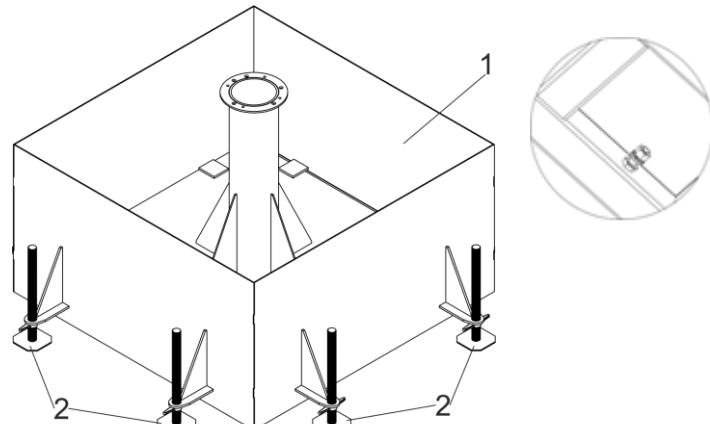

Рисунок 2.
- Основание установить на аутригеры. Предварительно согнать регулировочную гайку до упора. Присоединить заземляющий трос к болту заземления (рис.2);